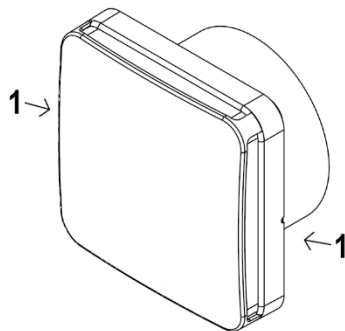

Fig.6 Sgancio coperchio frontale
Sganciare il coperchio dal porta-motore premendo sui fori laterali (1) mediante un piccolo cacciavite (fig.6).